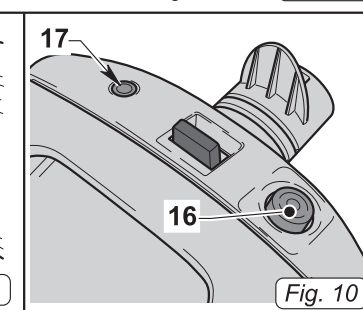

Fig. 10
- Premere l'interruttore (16 Fig. 10), che si illumina, per avviare l'apparecchio.
- L'illuminazione della lampada (17 Fig. 10) indica che il sacco in carta è pieno e deve essere sostituito.